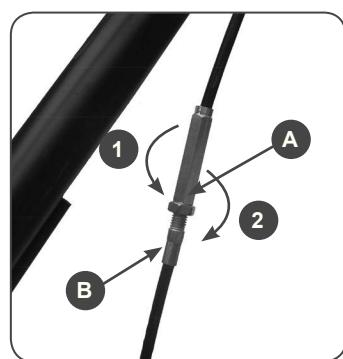

Рис.6
Для удлинения троса необходимо ослабить контргайку (A) и раскрутить соединительную муфту троса (B). Для того, чтобы укоротить трос, соединительную муфту необходимо закрутить. После установки нужной длины троса, необходимо затянуть контргайку (Рис.6).